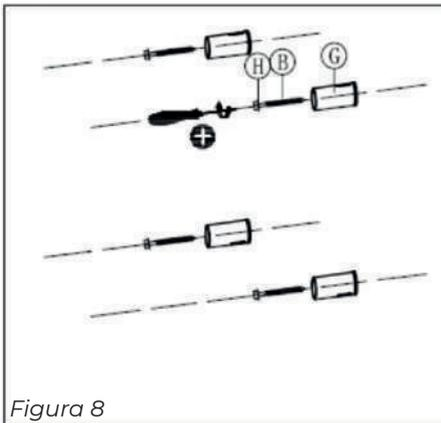

Figura 8
7. Atornille los cuatro soportes exteriores de la pared con tornillos autorroscantes (Figura 8, pos. B) y anillos de separación (Figura 8, pos. H) en los cuatro tacos